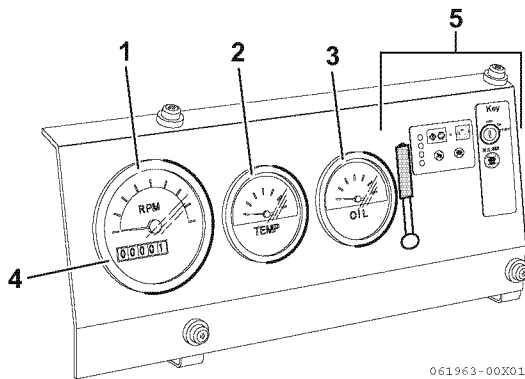

Abbildung 3
1. Bei laufendem Motor die Instrumente auf normale Anzeigewerte beobachten. Die in **Abbildung 3** gezeigten Instrumente dienen nur der Veranschaulichung.
- **Drehzahlmesser (1, Abbildung 3)**
- **Motoröldruck (2, Abbildung 3)**
- **Motorkühlmitteltemperatur (3, Abbildung 3)**
- **Betriebsstundenzähler (4, Abbildung 3)**
2. Nachdem der Motor Betriebstemperatur erreicht hat, sollten die Anzeigen (5, **Abbildung 3**) alle aus sein. Sollte eine der Lampen noch leuchten, den Motor abstellen und die notwendigen Reparaturen durchführen lassen.